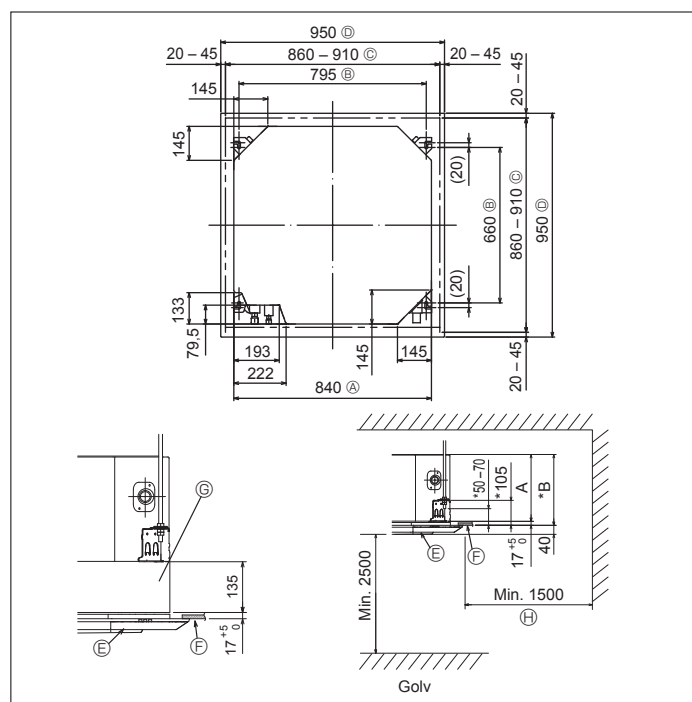

Fig. 3-2
3.2. Taköppning och installationsplatser för upphängningsbultar (Fig. 3-2)
- * Måtten på taköppningen kan regleras inom området visat i Fig. 3-2; så centrera huvudenheten mot taköppningen och försäkra att respektive motsatta sidor på alla sidor om spelrummet mellan dem blir identiska.